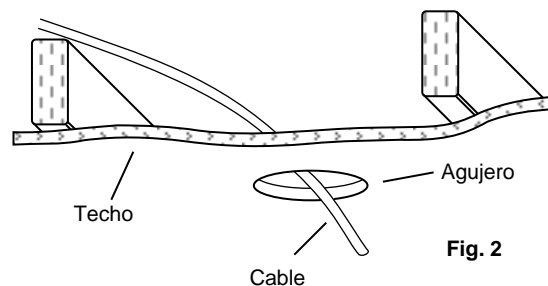

Fig. 2
3. Corre el cable no metálico (NM) (también conocido como Romex) desde el interruptor o fusible del panel hasta el agujero, proporcionando 6 "(15,2 cm) a 8" (20,3 cm) de holgura debajo del agujero. Puede utilizarse un cable tener hasta 12 cables AWG. (Fig. 2) (**ADVERTENCIA:** Utilice cables con alambres nominal 90° C o más).